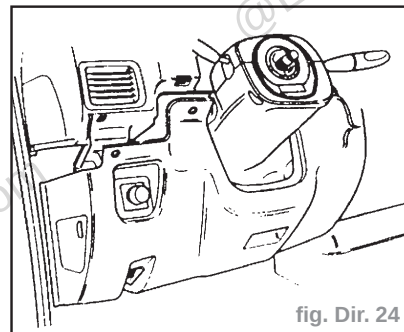

fig. Dir. 24
- le recouvrement inférieur de tableau de bord côté conducteur (fig. Dir. 24).
- le recouvrement inférieur de tableau de bord côté conducteur (six vis) (fig. Dir. 24),